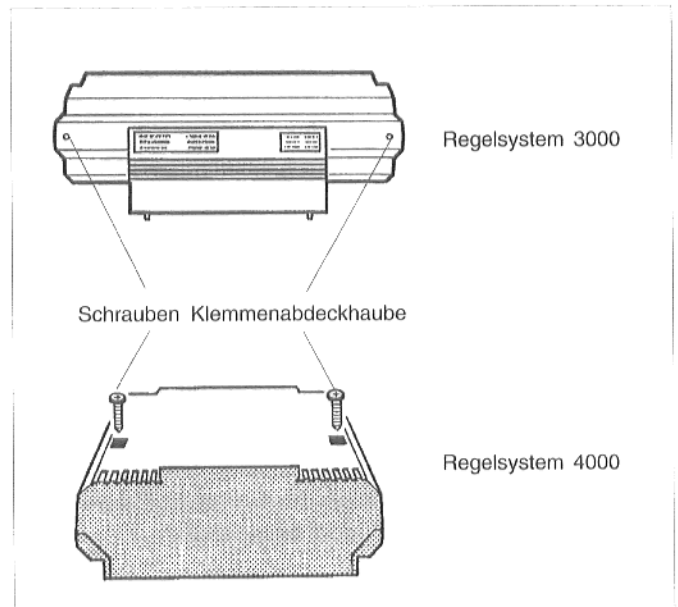

Abb. 14: Klemmenabdeckhaube des Regelgeräts
- Die beiden Schrauben der Klemmenabdeckhaube des Regelgeräts (Abb. 14) herausdrehen. Klemmenabdeckhaube abnehmen.